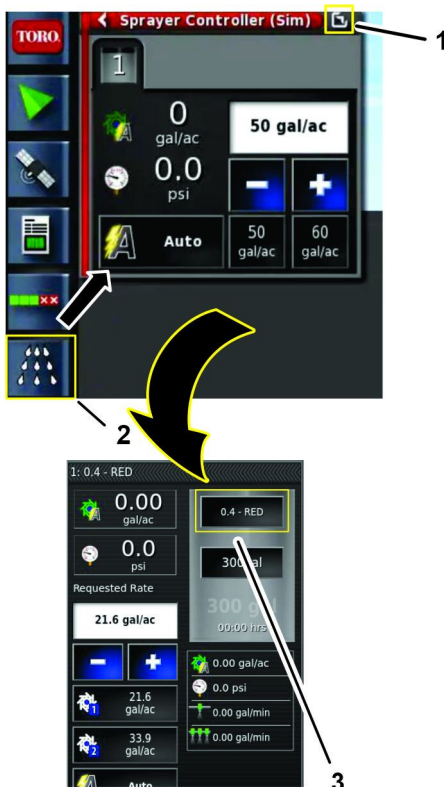

Figura 156
2. Premete l'icona CONTROLLER DELL'IRRORATRICE e premete l'icona Espansione della vista nel pannello del controller dell'irroratrice (Figura 156).